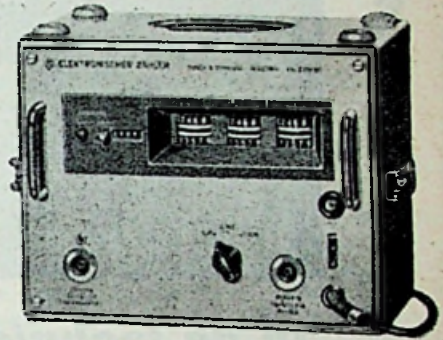

Fig. 7
d. Een zeer weinig toegepaste methode voor 't meten van freq.-afwijkingen is 't gebruik maken van 'n teller. Bij deze methode wordt het aantal nuldoorgangen van de gereproduceerde frequentie gemeten gedurende één sec. Aangezien men weet welke frequentie er gemeten zou moeten worden, is het ook op deze wijze mogelijk het jankpercentage te meten. Men meet echter een ogenblikswaarde en moet dus een aantal keren meten om de grootste frequentieafwijking te bepalen. Een dergelijk meetapparaat is afgebeeld in fig. 7.